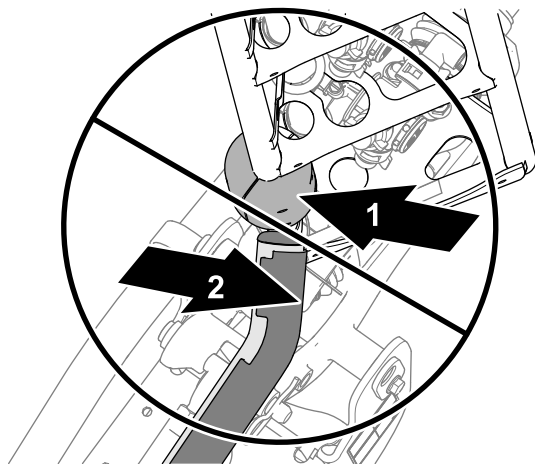
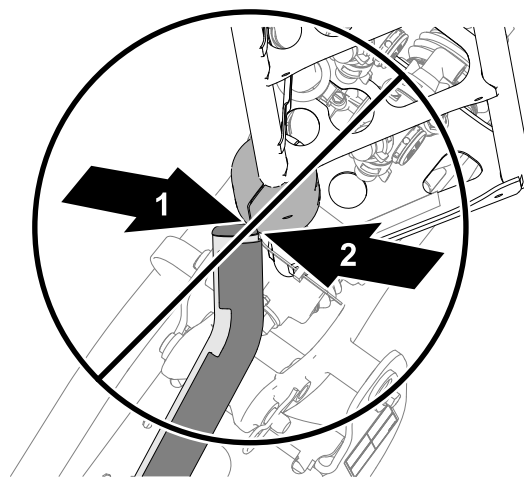
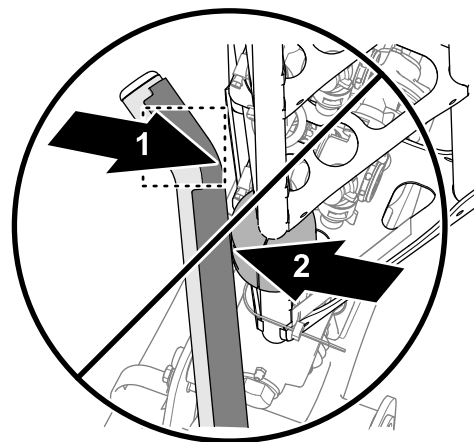

図 6
図 7
図 8
5. もしどちらかの上側クレードルチューブの調整がスライドブロックに合っていない 図 6や図 7や図 8場合には、クレードルの位置調整を行う **クレードルとブームを整列させる** (ページ 75)を参照。